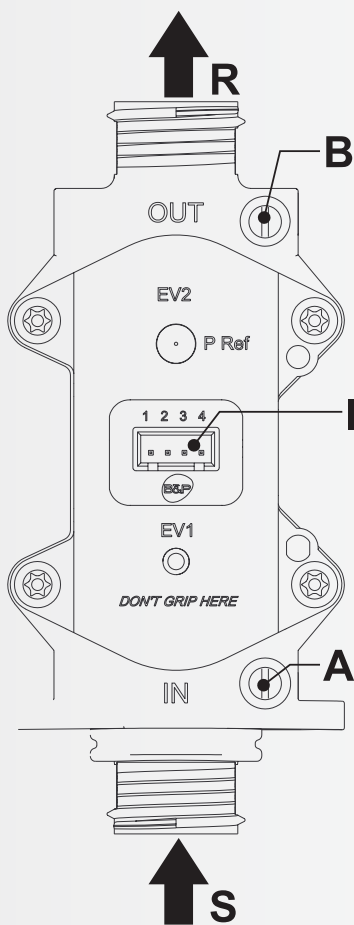

Рисунок 1
- Подключите манометр к штуцеру измерения давления «B», расположенному после газового клапана (см. рисунок 1).